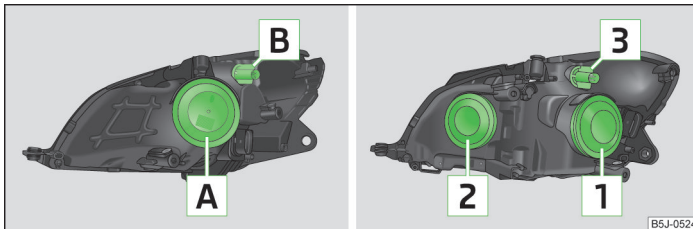

Abb. 153 Glühlampenordnung: Halogen-Scheinwerfer / Halogen-Projektorscheinwerfer
- › Die Gummiabdeckung **A** » Abb. 153 auf Seite 195 abnehmen.
- › Die Gummiabdeckung  » Abb. 153 auf Seite 195 abnehmen.
- › Die Fassung  » Abb. 153 auf Seite 195 bzw. die Fassung  bis zum Anschlag **entgegen dem** Uhrzeigersinn drehen und zusammen mit der Glühlampe für Blinklicht herausnehmen.
- › Die Gummiabdeckung  » Abb. 153 auf Seite 195 bzw.  abnehmen.